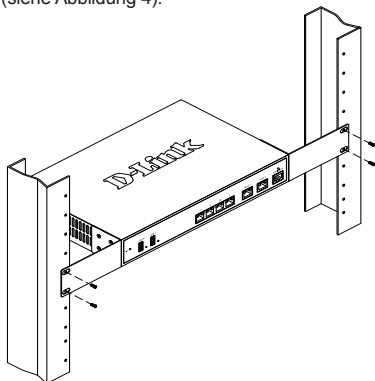

Abbildung 4. Installation des Wireless Controllers in einem Geräterack in Standardgröße
2. Befestigen Sie dann das Gerät mithilfe der mit dem Rack gelieferten Schrauben im Geräterack (siehe Abbildung 4).